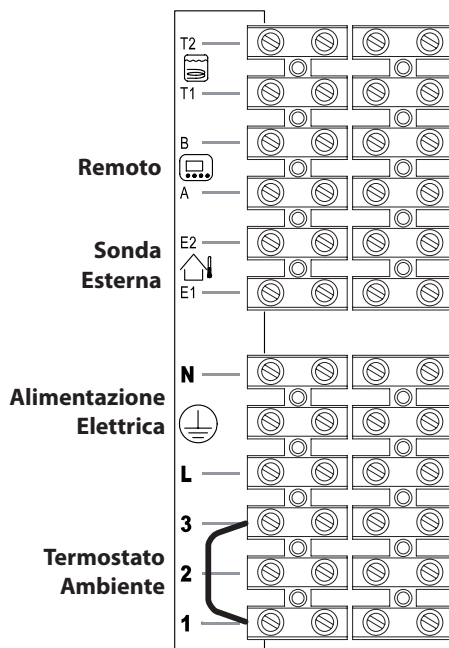

Figura 5.38
Per il collegamento della sonda esterna servirsi dei morsetti indicati in Figura 5.38.
Per il collegamento del remoto servirsi dei morsetti indicati in Figura 5.38.
**Il ponticello elettrico collegato nella morsettieria termostato ambiente tra i morsetti "1 e 3" non va rimosso Figura 5.38.**